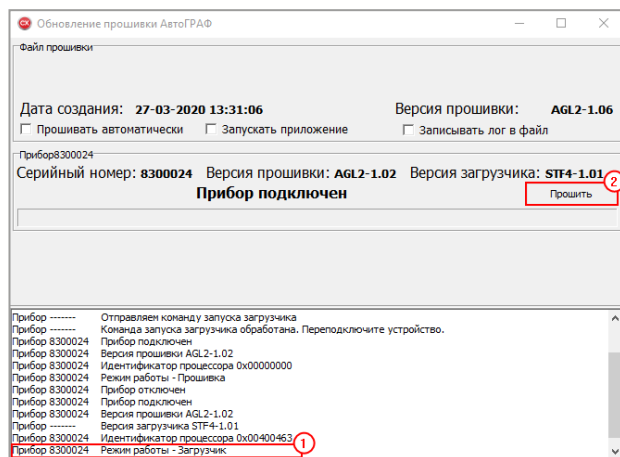

Рис.23. Обновление микропрограммы.
5. Если всё сделано верно, то в окне состояния появится сообщение **«Прибор ... Режим работы - Загрузчик»** (Рис.23, п.1), а устройство будет иметь соответствующую индикацию – светодиод «ЗАХВАТ» будет вспыхивать зелёным два раза в секунду с длительностью 0,25 секунд. Если устройство не перешло в режим загрузчика, то повторите действия, описанные в пунктах 2-4.
6. Если устройство перешло в режим загрузчика, нажмите кнопку **«Прошить»** в программе AGL2-x.x.exe (Рис.23, п.2).